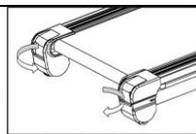

Abbildung 3: Zentrieren des Bands, wenn es nach rechts ausschwenkt
- b) Falls das Band nach rechts ausschwenkt, schrauben Sie die Schraube an der rechten Seite um eine halbe Umdrehung im Uhrzeigersinn ein und danach lösen Sie die linke Schraube um eine halbe Umdrehung im Gegenzeigersinn (siehe Abbildung 3).